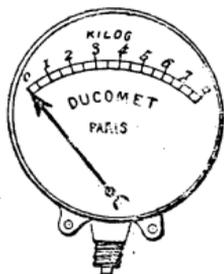

Fig. 388.
**Manomètre** (fig. 388). — Appareil de mesure de la pression d'un fluide; par exemple, celle de la